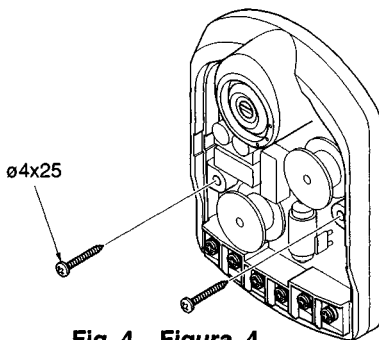

Fig. 4 Figura. 4
4. Install the unit as shown in Fig. 3, Fig. 4, Fig. 5.
4. Installer l'appareil de la manière indiquée à la Fig. 3, Fig. 4, Fig. 5.